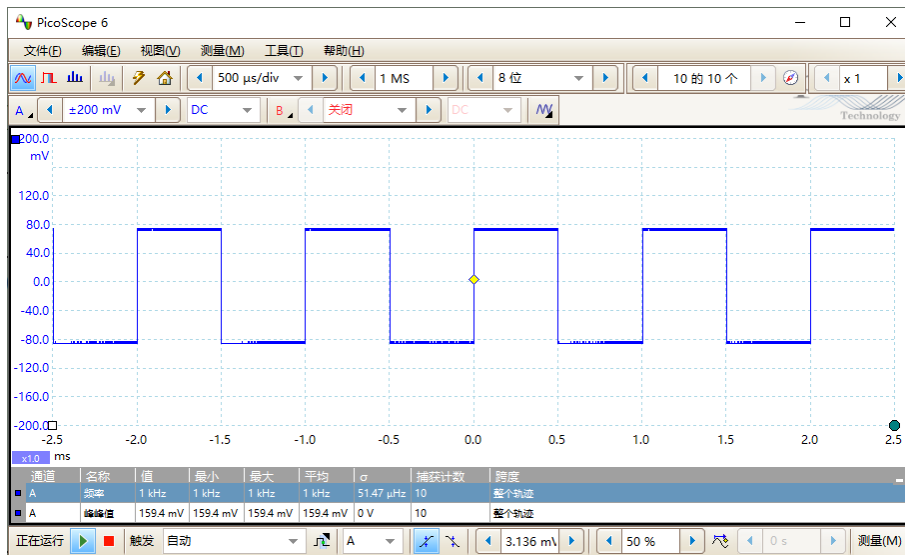

图 95. 待测信号参数图
3. 打开函数信号发生器电源，将参数设置为“波形：方波”、“幅值：160 mVpp”、“频率：1 kHz”，待测信号的波形图如图95所示：